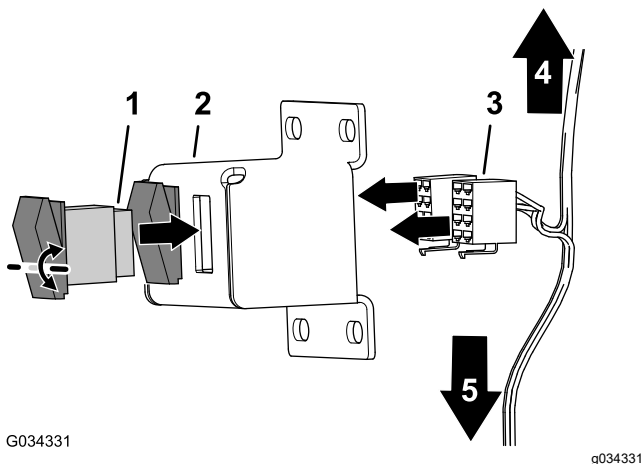

図 2
1. ロックースイッチをスイッチブラケットの開口部に合わせる図 2。
2. パネルの穴にスイッチを入れ、パチンとはまるまで完全に押し込む図 2。
4. ワイヤハーネスの8ソケットコネクタに、ロッカースイッチの8ピンコネクタを接続する図 2。